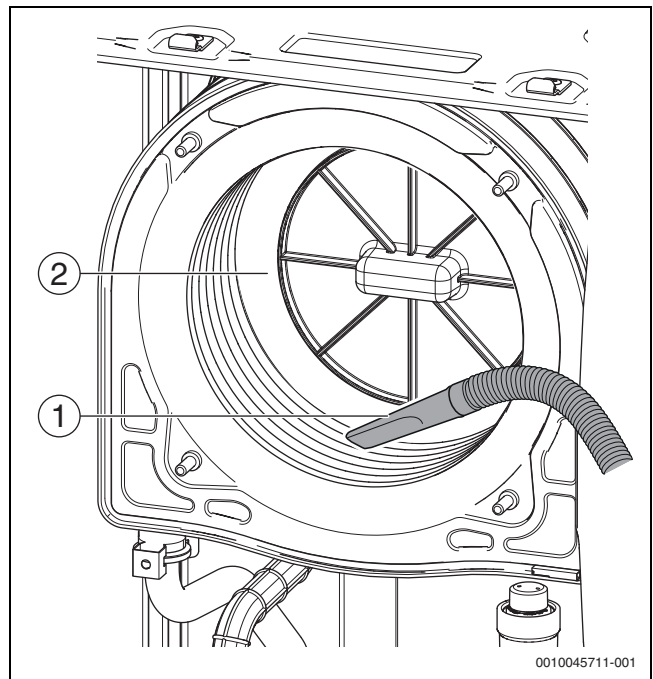

Fig. 50 Procédure d'aspiration
- ▶ Enlever les résidus restants avec un aspirateur (→ Figure 50, page 36).